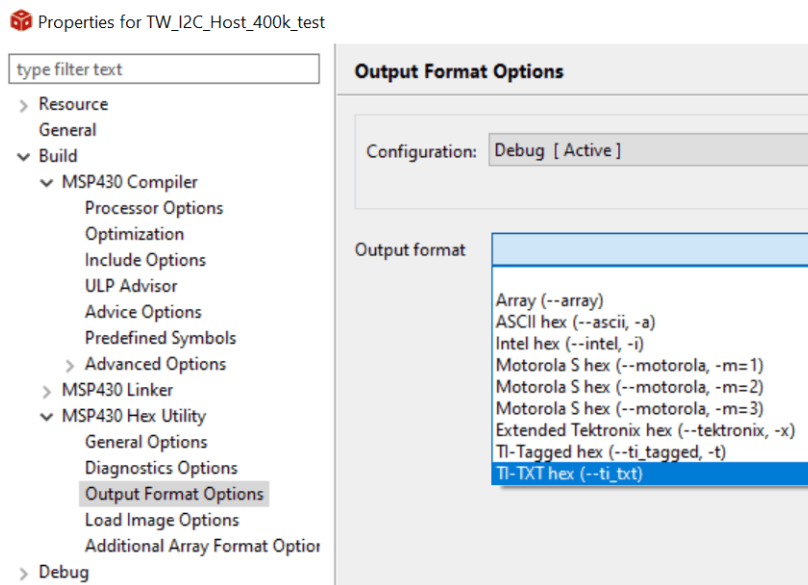

図 4-5. CCS で TI-TXT Hex ファイルを生成する
- アプリケーション コード (ここでは `bsl_software_invoke_app_demo_uart` デモを使用可能) を CCS にインポートし、ターゲット デバイス用のファームウェアを TI-TXT hex 形式で生成します (図 4-5 を参照)。